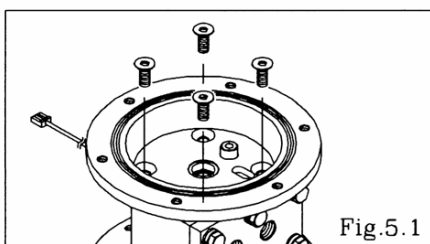

Fig.5.1
- ・エアチャンバー取付ボルト 8 か所を外し、エアチャンバーおよびガスケットを取り外す。[Fig.5.1]